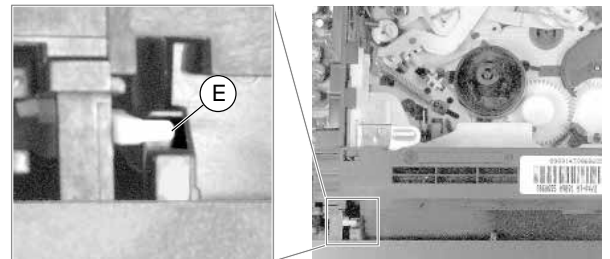

Fig. 4
Montagehinweis: Beim Aufstecken der Frontblende von vorne auf das Gerät ist die Cassettenklappe so nach innen zu drücken, daß der Hebel (E) in die Führung (Fig. 4) der Cassettenklappe eintaucht.
Reassembly: When attaching the front panel from the front to the video recorder press the cassette lid inwards so that the lever (E) engages with the guide (Fig. 4) of the cassette lid.